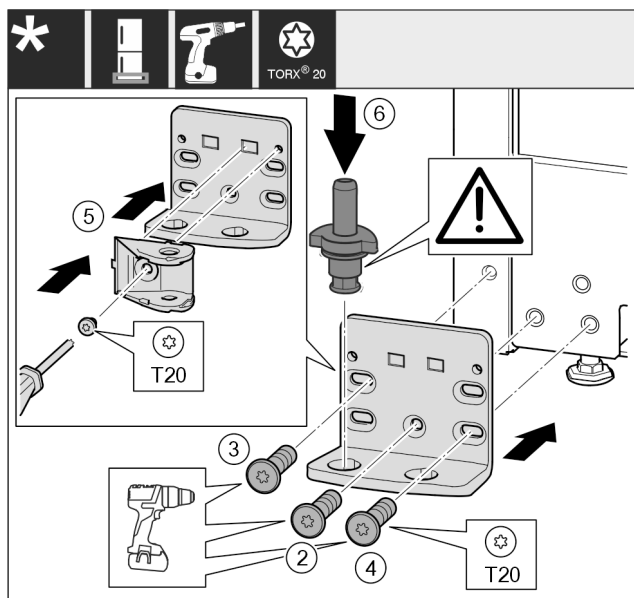

Fig. 44 *
- Lagerbok aan de andere zijde plaatsen en met behulp van een schroevendraaier er in schroeven. Met schroef Fig. 44 (2) onder in het midden beginnen.*
- Schroef Fig. 44 (3) en schroef Fig. 44 (4) vastschroeven.*
- Sluitdemperverbinding Fig. 44 (5) 180° draaien. Aan de andere zijde van het lagerbok met een schroevendraaier er in schroeven.*
- Lagerbouten Fig. 44 (6) volledig insteken. Let hierbij op dat het vergrendelingslipje naar achteren wijst.*